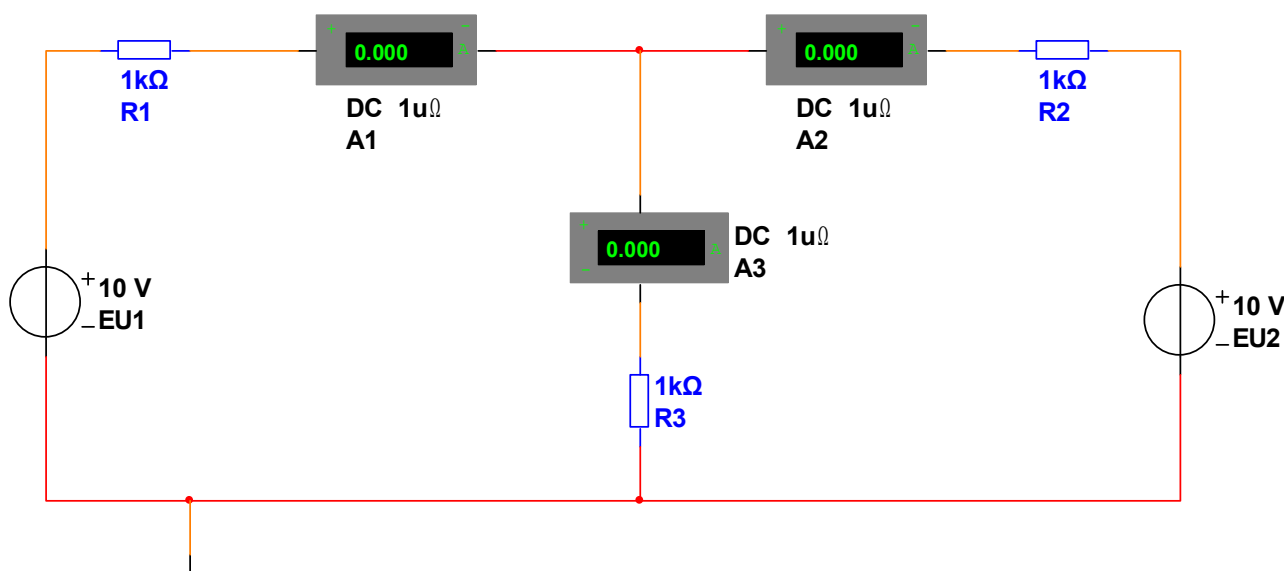

Рис.3.1
Соберите схему для проверки закона Кирхгофа на постоянном токе, приведенную на рис.3.1. Величины выходных напряжений генераторов и значения сопротивлений резисторов возьмите из таблицы 3.1.
3.3.1. Используя законы Кирхгофа, составьте и решите систему уравнений для токов в цепи, изображенной на рис.3.1, сравните результат с показаниями амперметров. Сделайте выводы.